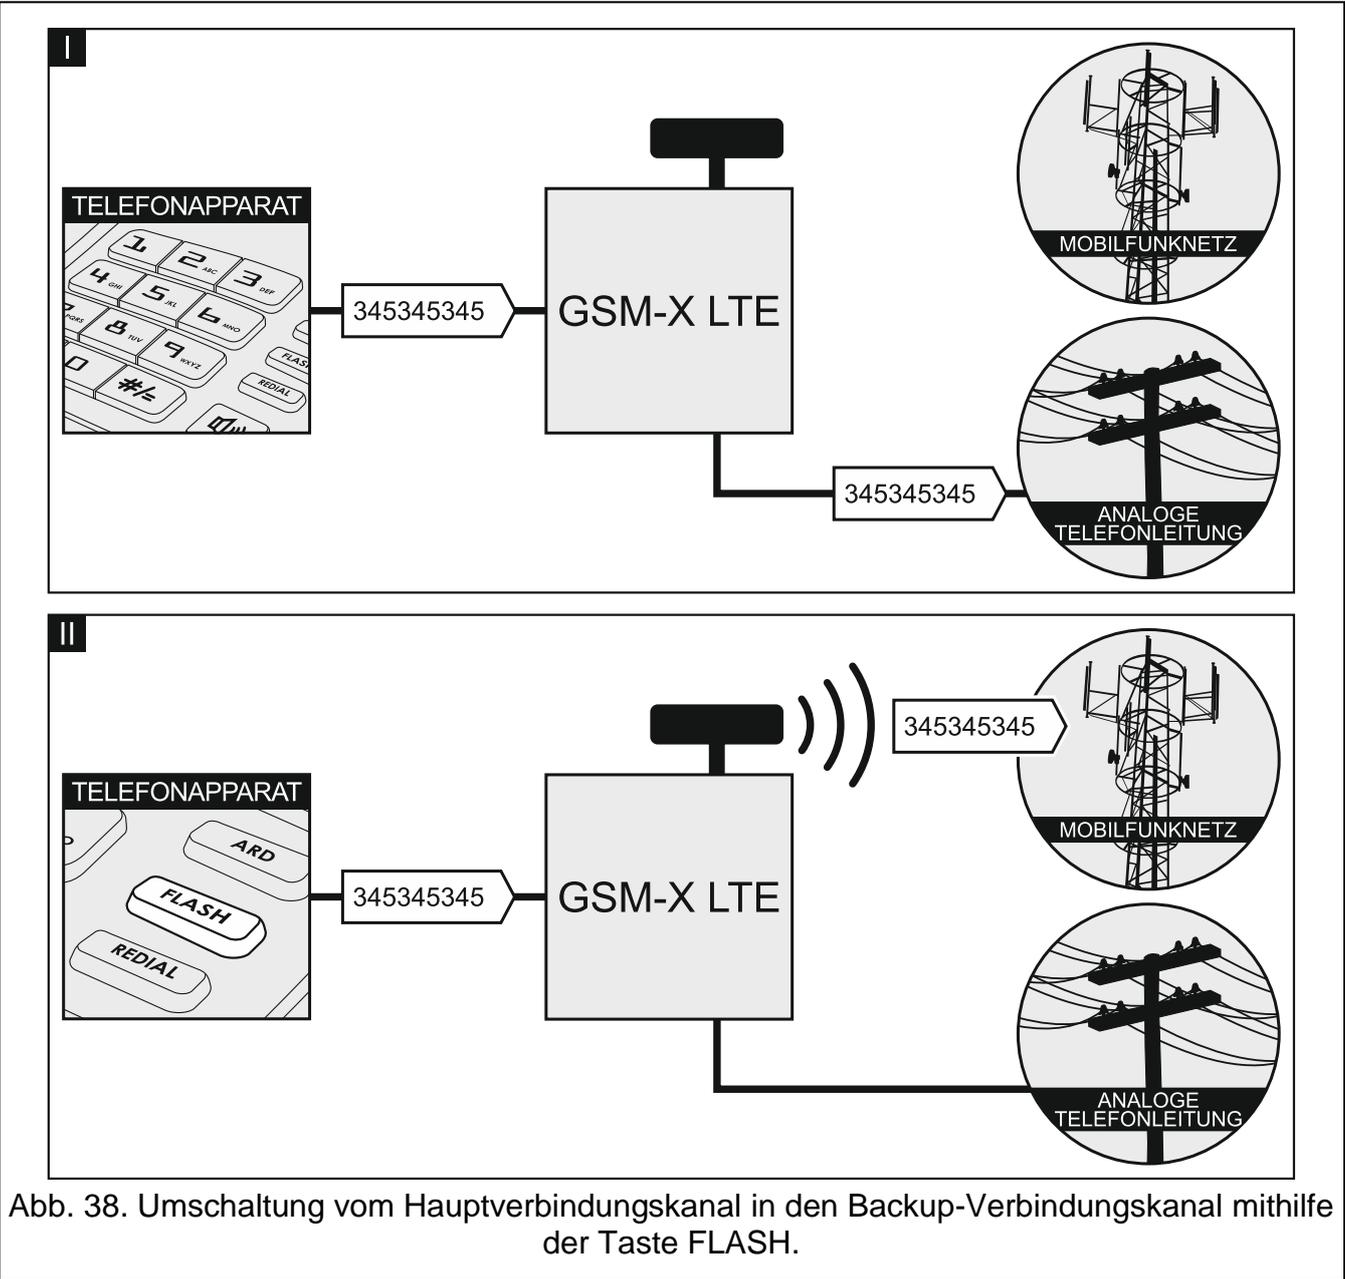

Abb. 38. Umschaltung vom Hauptverbindungskanal in den Backup-Verbindungskanal mithilfe der Taste FLASH.
**FLASH schaltet GSM / Tel.Leit. um** – bei eingeschalteter Option kann vom Hauptverbindungskanal in den Backup-Verbindungskanal mithilfe der FLASH-Taste des an den Ausgang der Telefonleitung angeschlossenen Telefons umgeschaltet werden. Die Bestimmung des Hauptverbindungskanals ist mit der Option „GSM als primäre Telefonleit.“ möglich. In dem Beispiel in Abbildung 38 wird die analoge Telefonleitung als Hauptverbindungskanal verwendet. Wenn nach dem Abheben des Hörers vor dem Wählen der Rufnummer die FLASH-Taste gedrückt wird, wird der Backup-Verbindungskanal, also das Zellulartelefon (Abb. 38-II), verwendet.